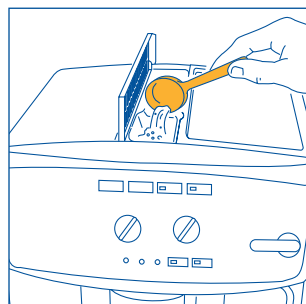

Fig. 19
2. Levante la tapa del centro, introduzca en el embudo un medidor de café premolido (fig. 19) y proceda como se describe en el párrafo 5.